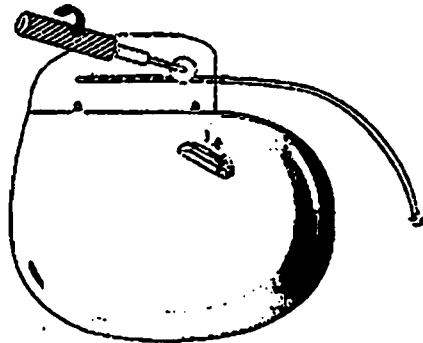

Figura 2. Apriete del tornillo de fijación en el botón de silicona.
4. Para la extensión, inserte completamente la llave dinamométrica en cada botón de silicona del bloque de conexión y apriete el tornillo de fijación (Figura 2).